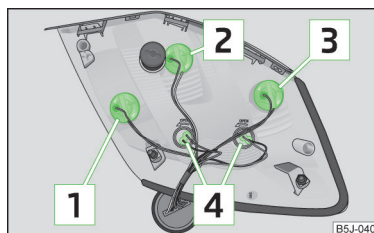

Abb. 162
Glühlampenordnung in der Rückleuchte » Abb. 162.
- › Zum Wechseln der Glühlampe die Lampenfassung bis zum Anschlag **entgegen dem** Uhrzeigersinn drehen und aus dem Gehäuse herausnehmen » Abb. 162.